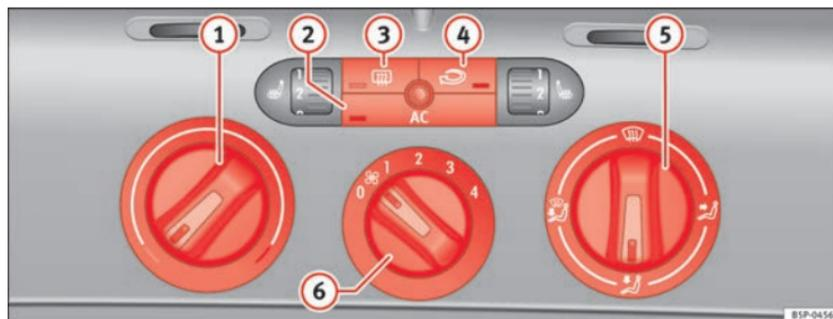

Fig. 127 Sur la planche de bord : éléments de commande du Climatic
– Les régulateurs ⇒ fig. 127 ① et ⑤ et la commande ⑥ permettent de régler la température, la répartition de l'air et la vitesse de la turbine.
– Appuyez sur l'un des boutons ②, ③ ou ④ pour activer ou désactiver la fonction correspondante. Quand la fonction est active, le rectangle situé sur le coin inférieur du bouton s'allume.
- ① Régulateur de température ⇒ page 166
- ② Bouton **AC** – Allumer ou éteindre le système de refroidissement ⇒ page 166
- ③ Bouton – Dégivrage de la lunette arrière Cette fonction s'arrête automatiquement 20 minutes environ après son activation. Vous pouvez la désactiver plus tôt en appuyant sur le bouton.
- ④ Bouton – Recyclage de l'air ambiant ⇒ page 168
- ⑤ Régulateur de répartition de l'air ⇒ page 166
- ⑥ Commande de soufflante. Le débit d'air peut être réglé sur quatre vitesses. Lorsque le véhicule roule lentement, laissez toujours tourner la soufflante à basse vitesse.
- Mettez le climatiseur en marche à l'aide du bouton ⇒ **page 165**, **fig. 127** **AC**.